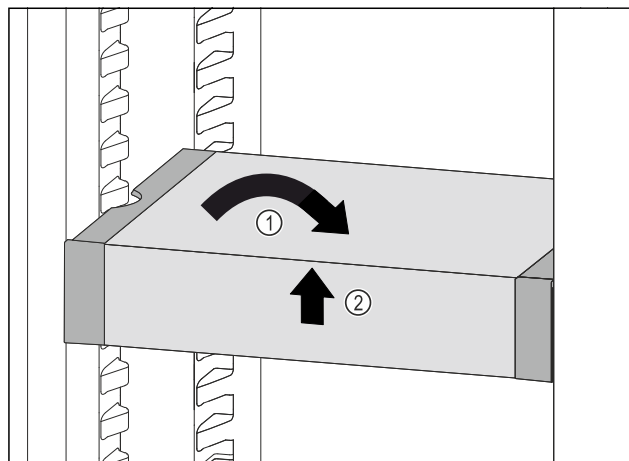

Fig. 123
- VarioSafe postavte rovně. Fig. 123 (1)
- VarioSafe vpředu zvedněte. Fig. 123 (2)